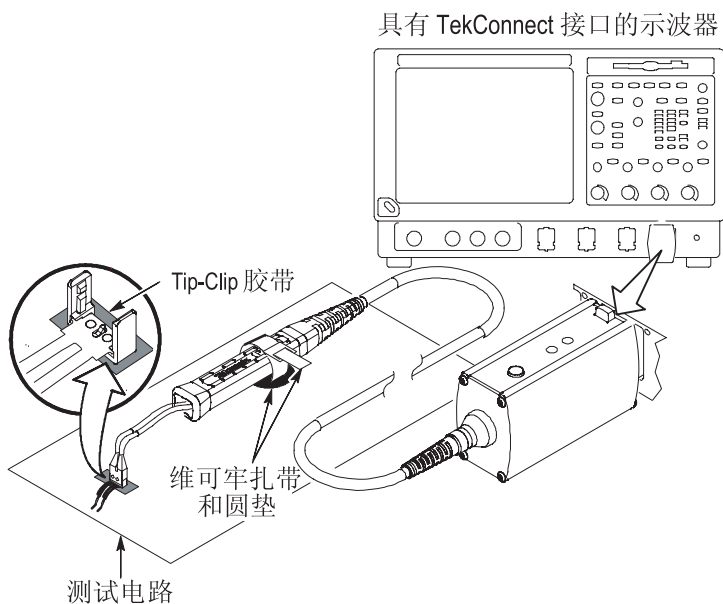

图 11：连接到电路板
1. 将 Tip-Clip 胶带粘在电路板上，再将 Tip-Clip 组件按在胶带上。请参阅图 11。稍等片刻，使之粘牢。
- 不要紧拉连接线。为防止紧拉连接线，应该使用 Tip-Clip 胶带将 HBW Tip-Clip 固定在电路板上，如第 15 页上的图 11 所示。我们还建议使用 Velcro 扎带和圆垫固定探头体。